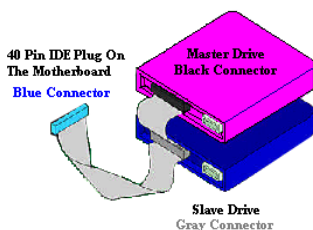

図 2-10. ATA/66 ケーブルの接続方法
- 黒いコネクタをマスターHDDのプラグに差し込みます。次にグレイのコネクタをスレーブドライブ（セカンダリ HDD、CD-ROM、テープドライブなど）のプラグに差し込みます。図 2-10 を参照してください。